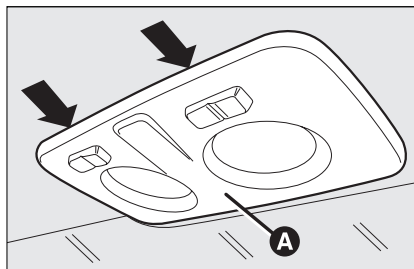
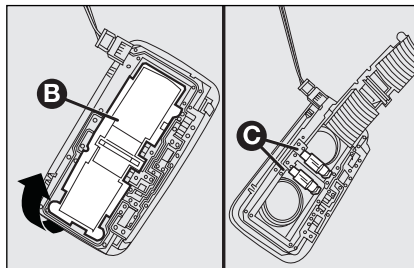

Рис. 36
Рис. 37
- ☐ нажмите в местах, указанных стрелками, и снимите плафон **А, рис. 36**;
- ☐ откройте защитную крышку **В, рис. 37**;
- ☐ закройте защитную крышку **В, рис. 37**, и установите плафон **А, рис. 36** на место, надежно закрепив его.